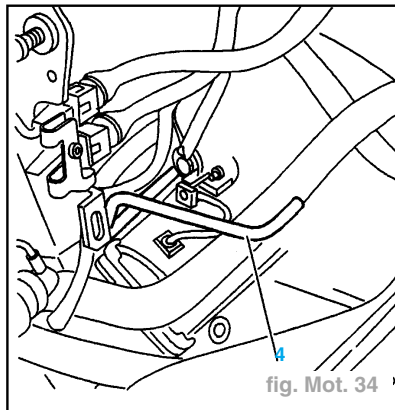

fig. Mot. 34
- Déposer les conduites d'injection (2).
- le tuyau (3) d'alimentation de la pompe injection.
- le tuyau (4), retour au réservoir.
- Tourner le moteur à l'aide de la roue droite, et piger le volant moteur avec la pige (4) 7017-TR (fig. Mot. 34).
- Piger le volant moteur à l'aide de la pige (1) (fig. Mot. 34).
- Déposer la pige (4) (fig. Mot. 34).